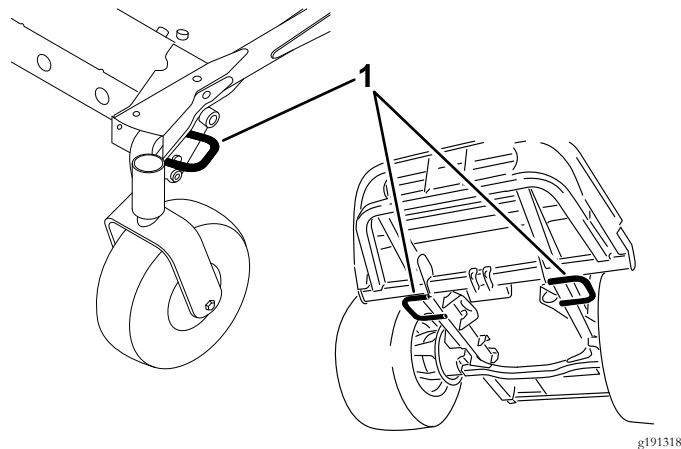

Figura 29
5. Utilize os aros de fixação na máquina para prendê-la com segurança ao atrelado ou camião com cintas, correntes, cabo ou cordas (Figura 29).